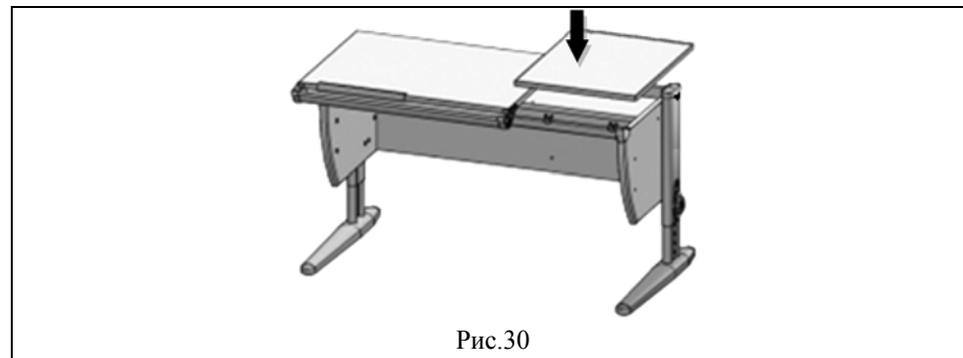

Рис.30
5.6.3 На сборку по п.5.6.2 положить сверху столешницу (сборка по п.5.5.9) так, чтобы выступы верхних частей шарниров входили в пазы нижних частей шарниров, а оси отверстий совпадали. В отверстия шарниров вставить винты М6х30 (поз. 4, пакет № 51Б) и навернуть гайки самоконтрящиеся (поз. 1, пакет № 51Б) согласно рис. 30, 28а.